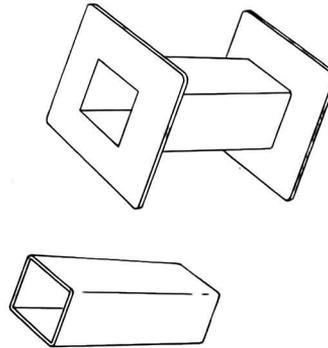

FIG. 97
b. A forma da bobina é um suporte de material isolante tendo algumas vézes abas em cada extremidade (ver fig. 97). Estas abas não existem geralmente no transformador de alimentação, porque desse modo se consegue melhor ventilação.
em que W = potência em watts h = espessura da da do núcleo (cm) a = diferença entre comprimento e largura do núcleo em centímetros (ver fig. 97).